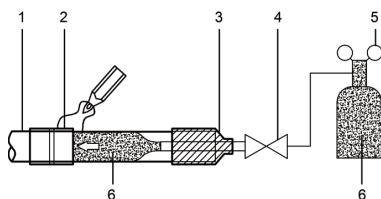

Рис. 6.4
- Когда во время пайки трубопровод заполнен азотом, давление азота необходимо снизить до 0,02 МПа с помощью клапана для снижения давления. См. рисунок 6.4.